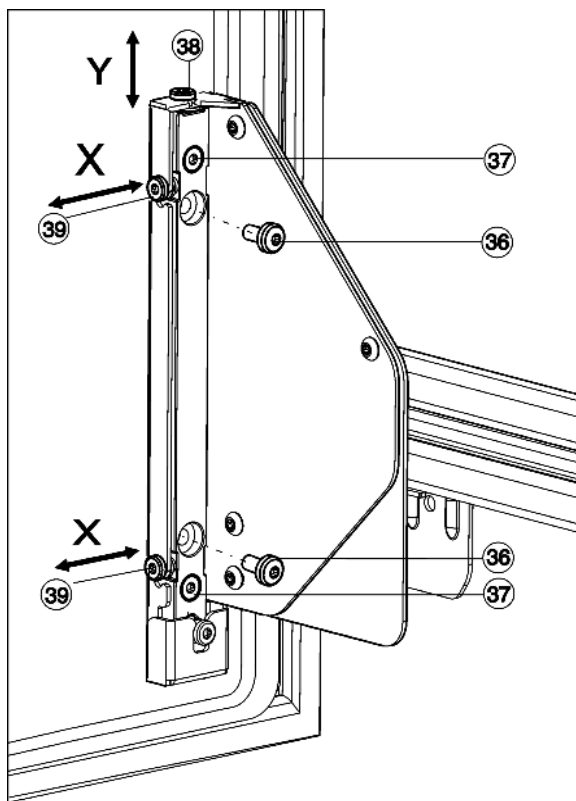

Fig. 27
- ▶ Tekerje ki teljesen a csavarokat Fig. 27 (36).
- ▷ Kezelje a csavarokat Fig. 27 (36) hulladékként, a továbbiakban nincs rájuk szükség.
- ▶ A csavarokat Fig. 27 (37) csak 1-2 fordulattal lazítsa meg.
- ▶ Tekerje el a (38) szabályozócsavart. Az óramutató járásával megegyező irányba: az ajtó legfeljebb 4 millimétert mozdul felfelé. Az óramutató járásával ellenkező irányba: az ajtó legfeljebb 2 millimétert mozdul lefelé.
- ▶ Húzza meg újra szorosan az összes csavart Fig. 27 (37).
- ▶ Tekerje ki teljesen a csavarokat Fig. 27 (36), amennyiben még nem tette meg.
- ▶ Állítsa be a szabályozócsavarokkal Fig. 27 (39) a kívánt oldalhelyzetet.
- ▶ Húzza meg újra szorossra az oldalsó állítócsavarokat Fig. 27 (37).